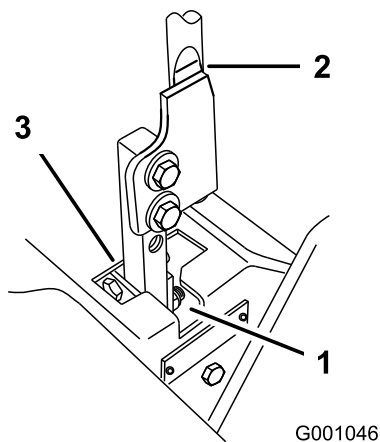

Figure 54
5. Placez le levier au point mort, sans le verrouiller (Figure 54).
6. Tirez le levier en arrière jusqu'à ce que l'axe (situé sur le bras au-dessous de l'axe de pivot) touche l'extrémité de la fente (c.-à-d. commence juste à appuyer sur le ressort) (Figure 54).
7. Vérifiez la position du levier par rapport au cran de la console (Figure 54). Il doit être centré de façon à